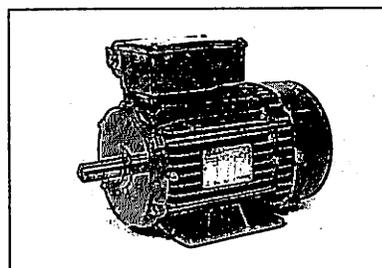

Fig. 19 : Moteur asynchrone monophasé avec condensateur dans la plaque à bornes.
5.3. Démarrage du moteur monophasé (fig. 19)